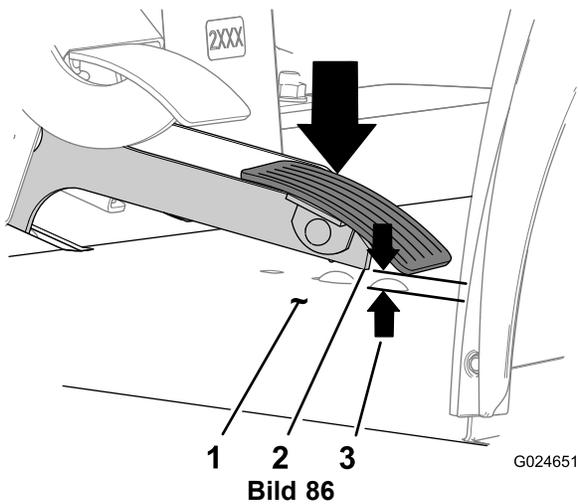

Bild 86
2. Messen Sie den Abstand zwischen dem Gaspedal und dem Boden unter dem Pedal (Bild 86).
3. Wenn der Abstand zwischen dem Gaspedal und dem Boden (**Bild 86**) höher oder niedriger als 6,35 mm ist, führen Sie folgende Schritte aus, während Sie den Kippschalter gegen den Anschlag für den schnellen Leerlauf halten (**Bild 85**):